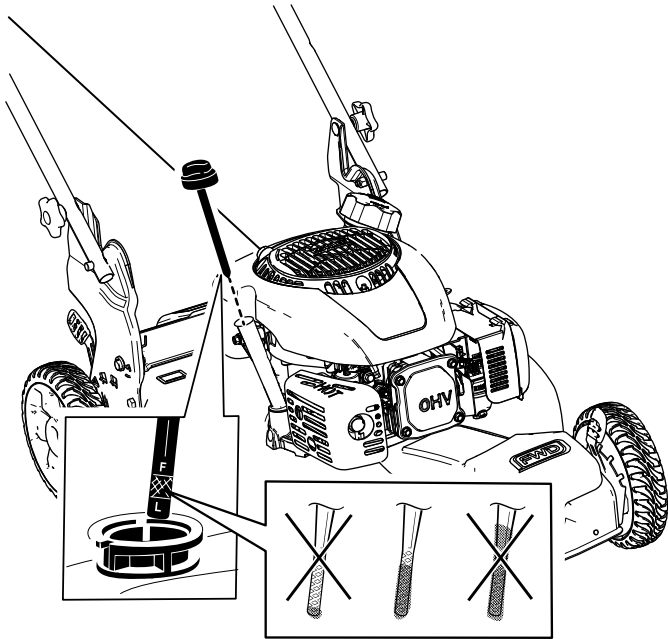

Figura 8
2. Retire la varilla girando el tapón en el sentido contrario a las agujas del reloj y tirando del mismo (Figura 8).
6. Observe el nivel de aceite en la varilla (Figura 8).